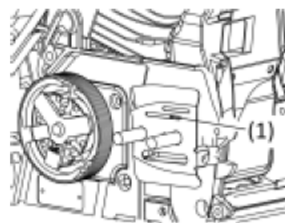

Рис. 18.2
2. Отверстие вывода масла Рис. 18.2
Разберите направляющую шину и проверьте отверстие вывода масла (поз. 1 рис. 18.2) на отсутствие закупорки.